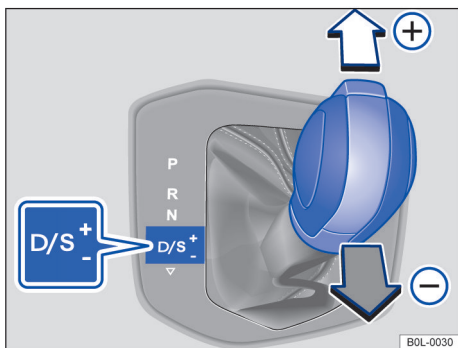

图 91 变速杆处于 Tiptronic 位置
- 向前  或向后  轻推变速杆即可上下切换速挡 → 图 91。